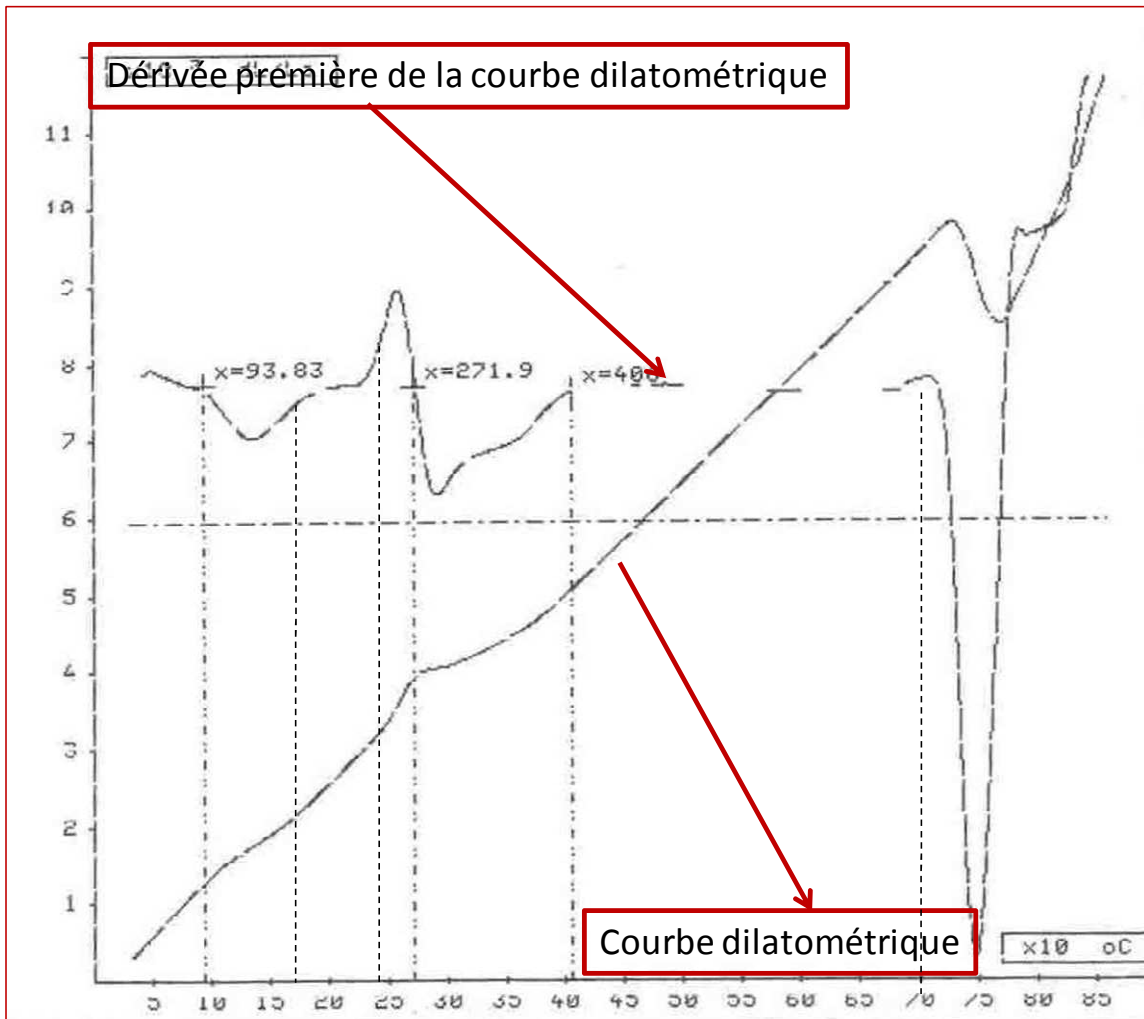

Figure 6 : Evolution de la longueur ($\Delta L/L_0$) de l'échantillon en fonction de la température.
4. A partir de vos connaissances en métallurgie, commenter, en justifiant votre réponse, la courbe dilatométrique de la figure 6 qui permet de suivre le revenu (de la température ambiante jusqu'à 900°C) de l'acier 100Cr6 (voir le TRC de la figure 5) préalablement trempé à l'eau (dureté de 66,5 HRC). La dérivée première de cette courbe est également représentée afin que vous puissiez mieux apprécier les différents changements de pente présents sur cette figure. Que remarquez-vous ?